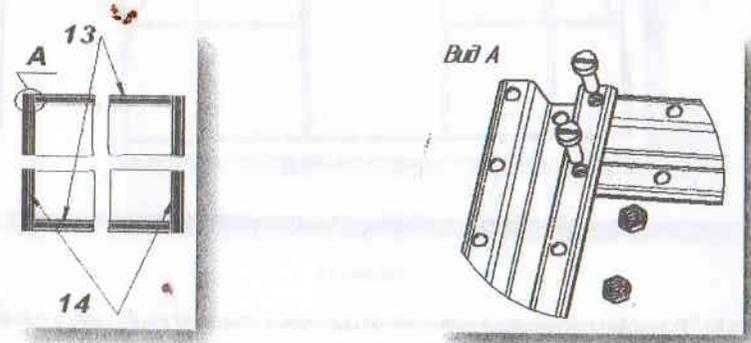

Рисунок 15
3.5.2 Аналогично соберите каркас форточки из деталей двери и форточки 13 и деталей форточки 14, как показано на рис. 15.